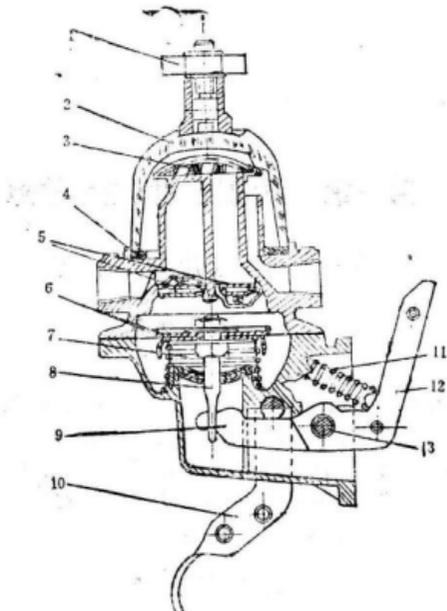

图1-4 汽油泵故障部位
4. (图1-4) 汽油泵摇臂磨损，内外摇臂之间的间隙过大，使膜片工作行程缩短，因而减少了供油量。摇臂12折断而不供油。